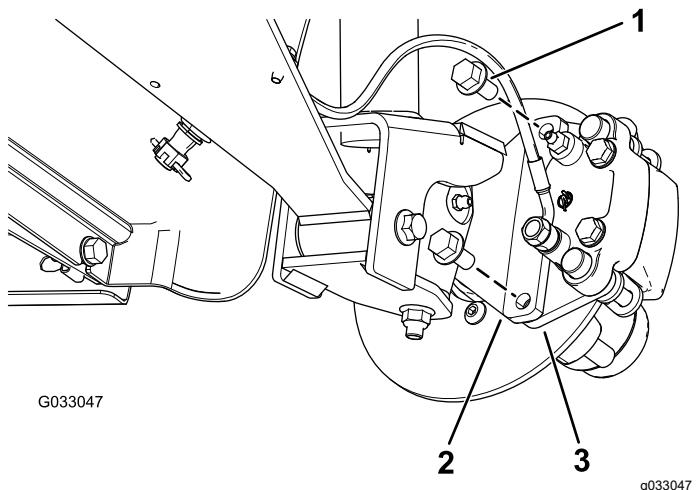

図 30
3. ブレーキアセンブリ用のブラケットをスピンドルに固定しているフランジヘッドボルト $\frac{3}{8}$ " x  $\frac{3}{4}$ "を外してスピンドルからブレーキを取り外す 図 30。
2. ブレーキパッドをロータのそれぞれの側に合わせ図 30、キャリパブラケットの穴と、スピンドルフレームのブレーキ取り付け部の穴を整列させる図 34。
3. キャリパブラケットをスピンドルフレームに固定する図 30 フランジヘッドボルト  $\frac{3}{8}'' \times \frac{3}{4}''$  2本を使用する。